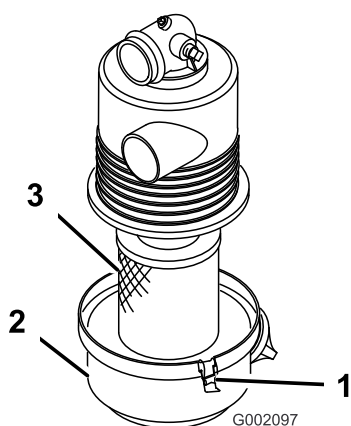

Figura 12
1. Verificate che il corpo del filtro dell'aria sia privo di danni che possano causare una fuoriuscita d'aria. Accertatevi che il coperchio sia ermetico attorno al corpo del filtro dell'aria (Figura 12).
2. Rilasciate i fermi che fissano il coperchio del filtro dell'aria al relativo alloggiamento (Figura 12).
3. Separate il coperchio del filtro dell'aria dal relativo alloggiamento e pulite l'interno del coperchio (Figura 12).
3. Inserite l'elemento del filtro dell'aria nel relativo alloggiamento (Figura 12).
4. Allineate il coperchio del filtro dell'aria con il relativo alloggiamento (Figura 12).
5. Bloccate il coperchio sull'alloggiamento con i fermi (Figura 12).